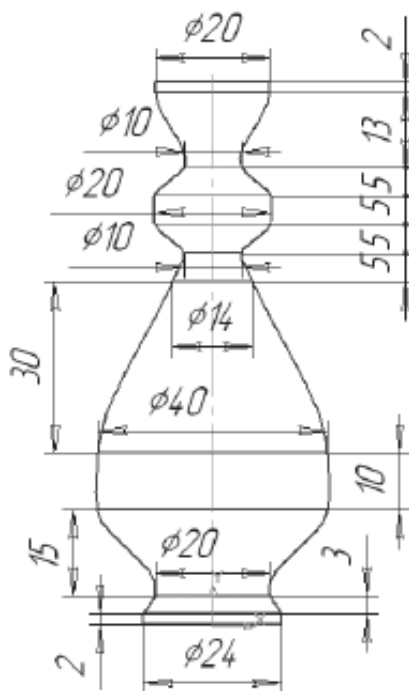

Рис. 8.11. Вид чертежа кувшина без направляющей
Рассмотрим создание элемента по нескольким поперечным сечениям без направляющей (рис. 8.11):
- на панели свойств в поле Расстояние введите значение смещения 3 мм (см. рисунок 8.11, построение снизу вверх), направление смещения – прямое, т.е. вверх. На экране появится фантом создаваемой плоскости;
– в «Дереве построения» щелчком ЛКМ укажите смещенная плоскость:1, снова зайдите в  – Эскиз и постройте окружность радиусом 12 мм ($\varnothing = 24$) с центром в начале координат (см. рисунок 8.11). Прервите команду и выйдите из эскиза (Эскиз: 2);